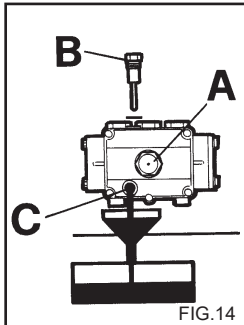

FIG. 14
- 2) Irrota korkki mittatikulla (fig. 14).